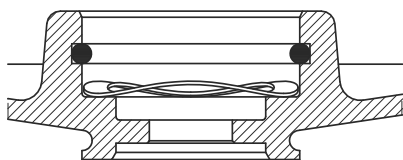

Fig. 27 Montaje correcto del muelle y la junta tórica
1. Empujar el cojinete (pos. 154) en el cierre (pos. 51).
2. Montar el muelle (pos. 158) y la junta tórica (pos. 159). Ver fig. 27.